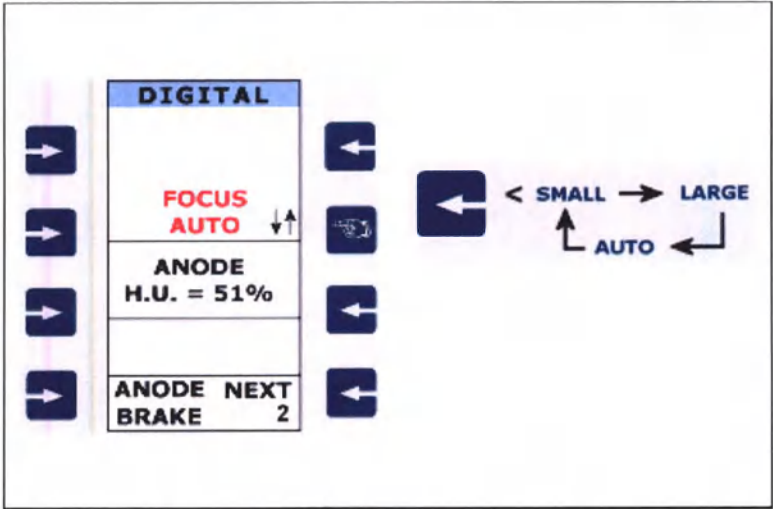

Рисунок 1.18- Выбор фокусного пятна
- нажать клавишу NEXT на графическом экране до тех пор, пока меню выбора фокусного пятна не отобразится на дисплее (рисунок 1.18);